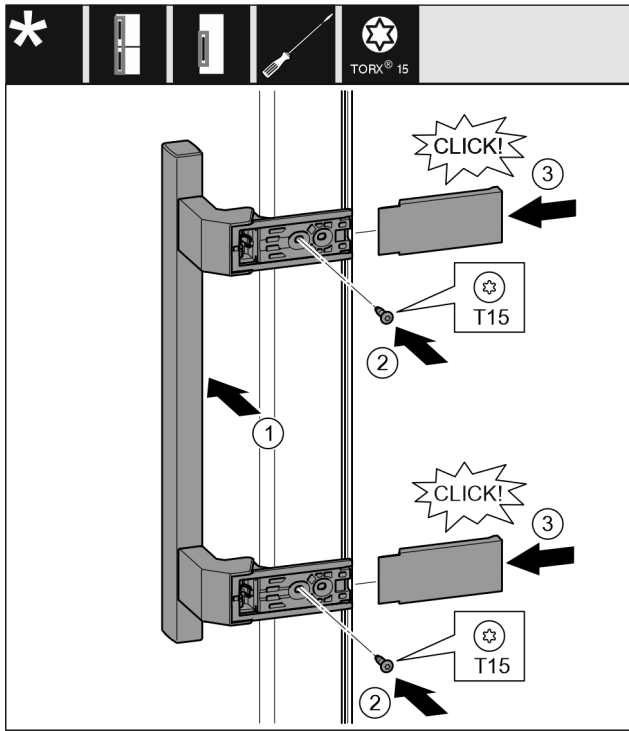

Fig. 16
- ▶ Встановіть ручку з протилежного боку. Fig. 16 (1)
- ▶ За допомогою викрутки T15 закрутіть гвинти. Fig. 16 (2)
- ▶ Встановіть збоку кришки і посуньте їх. Fig. 16 (3)